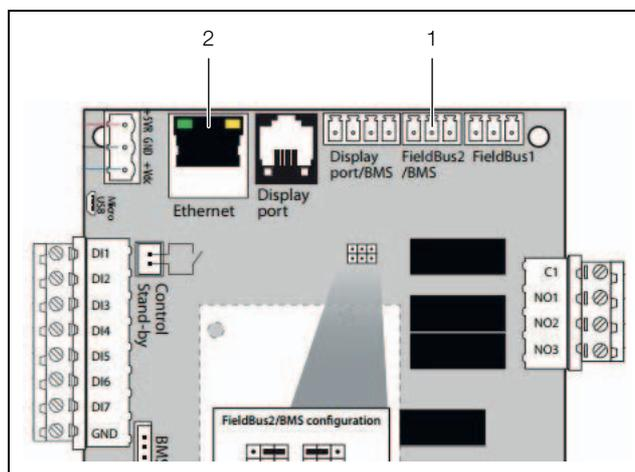

Fig. 10 : raccordements
- Sur la carte, utiliser le raccordement « Bus_local_2 » (fig. 10, pos. 1) pour connecter l'appareil à un appareil de contrôle.
- Sur la carte, utiliser le raccordement « Ethernet » (fig. 10, pos. 2) pour connecter l'appareil à un appareil de contrôle.